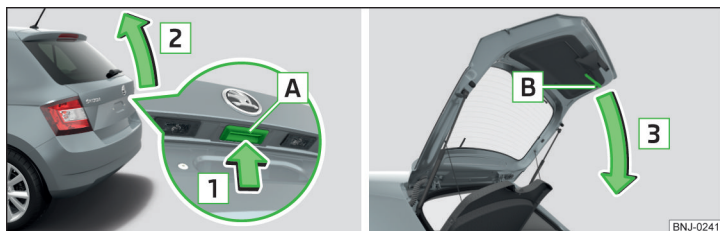

Fig. 50 Deschiderea/închiderea capotei portbagajului
- Pentru **deschidere**, apăsați tasta **A** în sensul săgeții **1** » fig. 50.
Tasta **A** » fig. 50 este dezactivată la pornire, resp. începând de la o viteză de 5 km/h. După oprire și deschiderea unei portiere, butonul este activat din nou.